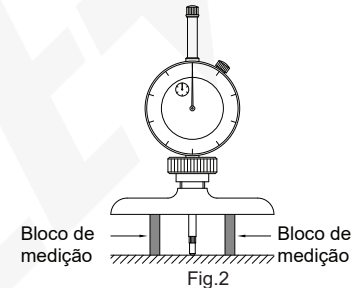

Fig.2
- Faça a calibração com a ferramenta de calibração ou com dois blocos de medição do mesmo tamanho (Fig. 2), faça com que o ponteiro longo aponte para o zero ajustando a posição vertical do indicador ou gire a moldura, meça-o várias vezes para se certificar de que o zero está ajustado corretamente.